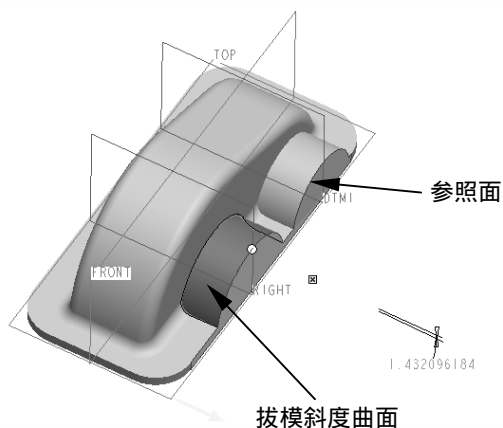

图 4.3.42 选取拔模斜度生成曲面和参照面
(5) 单击【基础特征】工具栏上的  按钮，打开图 4.3.41 所示的操控板，在主视区选择如图 4.3.42 所示的轴承座孔圆柱面作为拔模斜度生成曲面，选择侧壁作为拔模参照方向。